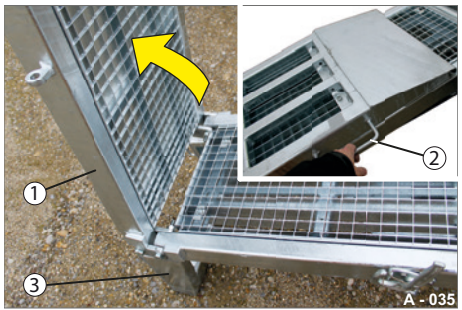

Abb. 37 Oberen Teil aufklappen
- ▶ Greifen Sie am Griff (Abb. 37/2).
- ▶ Klappen Sie den oberen Teil (Abb. 37/1) auf.